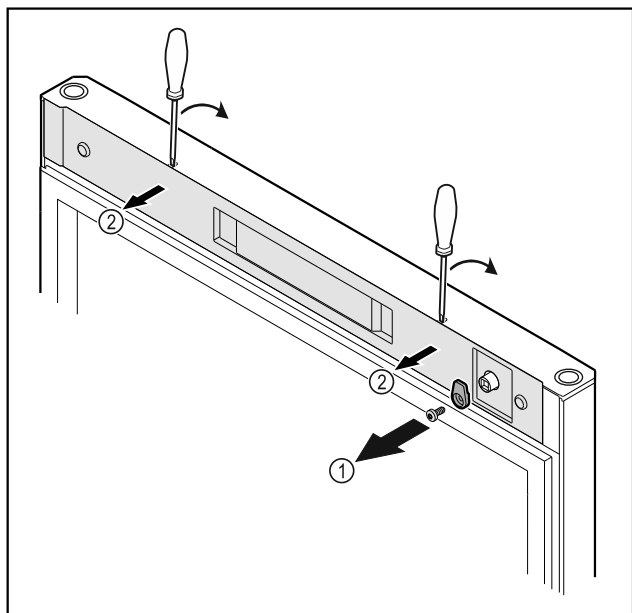

Fig. 12 \*
- ▶ Odkręcić haczyk zamykający Fig. 12 (1)\*
- ▶ Ostonkę Fig. 12 (1) podważyć małym śrubokrętem i zdjąć.\*